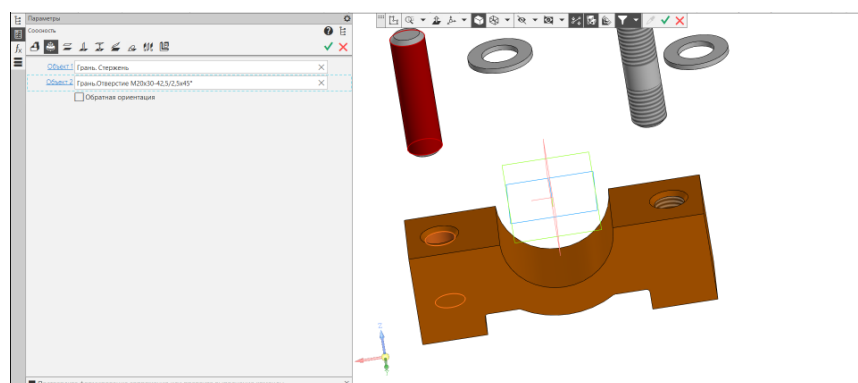

Рис. 26 Операция «Соосность» для Корпуса и Шпильки
1) Соединение Корпуса и Шпилек. В дереве модели выбрать команду «Скрыть» напротив элемента «Крышка» (рис. 26).